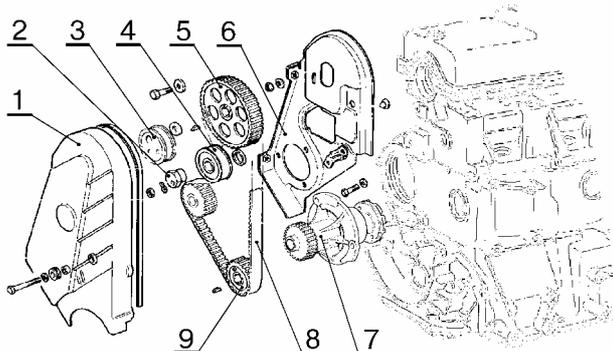

Рис. 14.
- снять переднюю защитную крышку 1, рис.14, с уплотнителем (головка сменная 10, гайковерт типа ИП – 3111 или вороток и удлинитель);